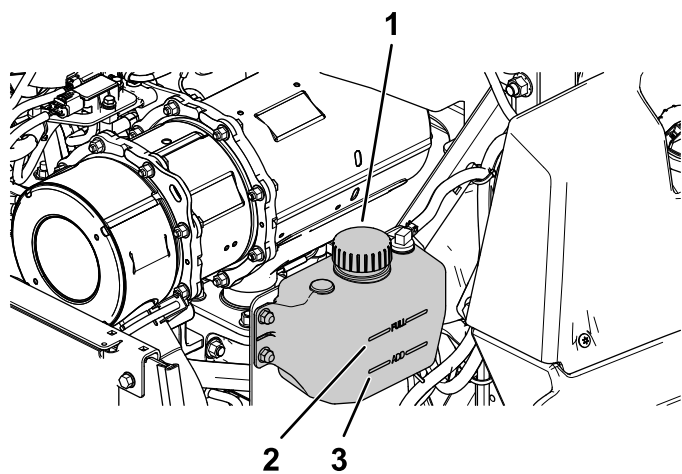

Figura 57
4. Compruebe el nivel de refrigerante en el depósito de expansión (Figura 57).
5. Si el nivel de refrigerante es bajo, retire el tapón del depósito de expansión y añada el refrigerante especificado (Figura 57).